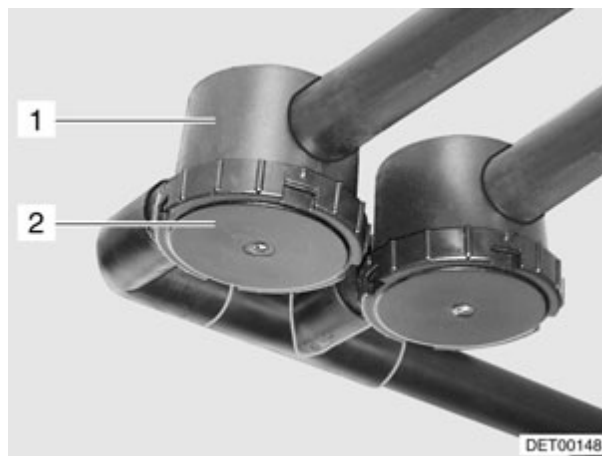

Fig. 135 Siphon
Afin d'empêcher d'éventuelles nuisances olfactives dues à l'installation des eaux usées, la caravane a été équipée, selon les modèles, avec des siphons (Fig. 135,1). Les siphons sont montés dans les conduites des eaux usées.
- Nettoyer les siphons tous les deux ans au plus tard. Pour ce faire, dévisser le fond (Fig. 135,2).